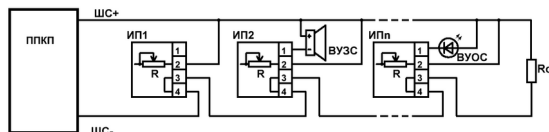

Рис. 1
- 6.4 Схема подключения извещателей к ППКП показана на рис.1.